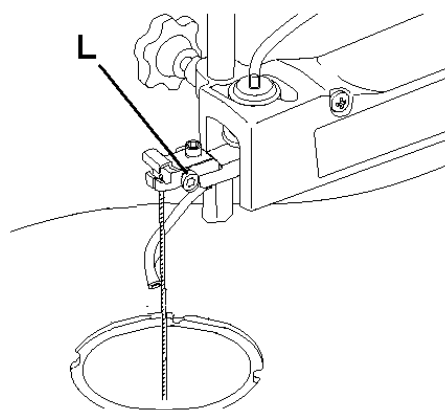
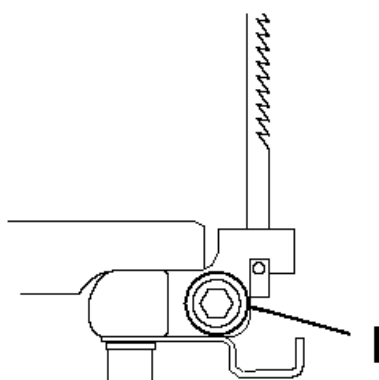

Рис. 6
Рис. 7
- Ослабьте винт верхнего держателя лезвия (L) (рис.6) и винт нижнего держателя лезвия (I) (рис.7).